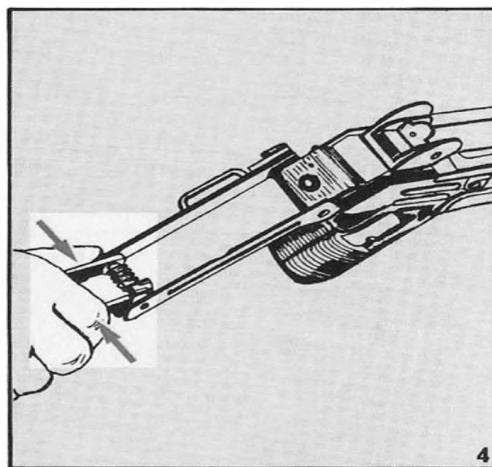

Рисунок 4.7 – Порядок притискання правої задньої бічної пластиини
- 3) притисніть праву задню бічну пластину всередину, яка прилягає до шарніра, і поверніть задню частину вгору і вперед (рисунок 4.7).